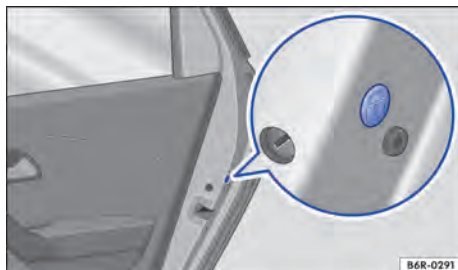

Fig. 48 Na porta traseira: travamento de emergência, coberto por uma vedação de borracha.
- Remover a vedação de borracha na lateral da porta. A vedação está identificada por um cadeado ❸ → Fig. 48.